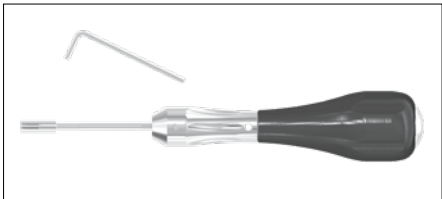

Fig. 2
Loosen the tomas®-screwdriver Allen set screw with the tomas®-screwdriver key 1.3 and remove the tomas®-screwdriver tip (Fig. 2).
Desserrer le tomas®-screwdriver Allen set screw (tige filetée à six pans creux) en utilisant la tomas®-screwdriver key 1.3 (clé hexagonale 1,3), puis déposer la tomas®-screwdriver tip (tige de tournevis) (Fig. 2).